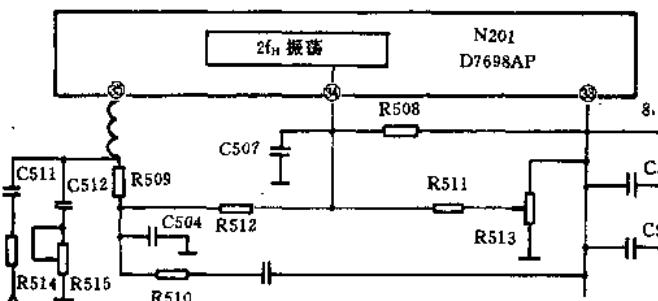

图 1
该机行振荡电路是由 D7698AP 内正反馈型施密特触发器及④脚外接的 RC 定时元件组成。电源通过 R508,R513 和 R511 等电阻向定时电容 C507 充电(相关电路见图 1 所示),并通过集成块内电路进行放电。R513 为行频电位器,调节其值即可改变 C507 的充电时间常数,从而也就改变了行频,振荡器的振荡频率为 $2f_H$ 。两倍行频经双稳态触发器(F/F)分频后就可得到行频信号。采用两倍行频振荡器是为了减少行、场扫描间的相互干扰,避免隔行扫描的并行现象。经分频后的行频信号送入行预激励电路,预激后从②脚输出送往行推动电路。